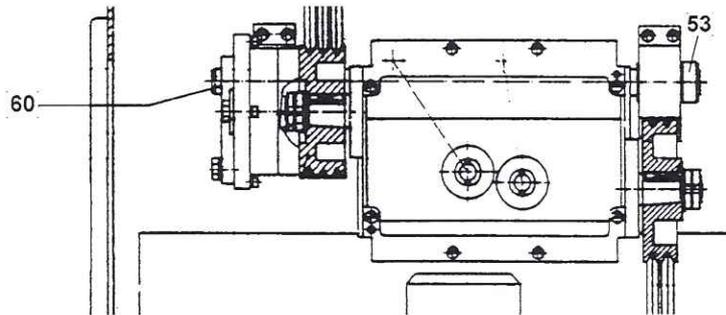

Bild 6- 4:Hauptgetriebe
4. Gummilager (Bild 6- 3/81) abschrauben.
5. Stellring (Bild 6- 4/53) entfernen, Vierkantschraube (Bild 6- 3/59) lösen.